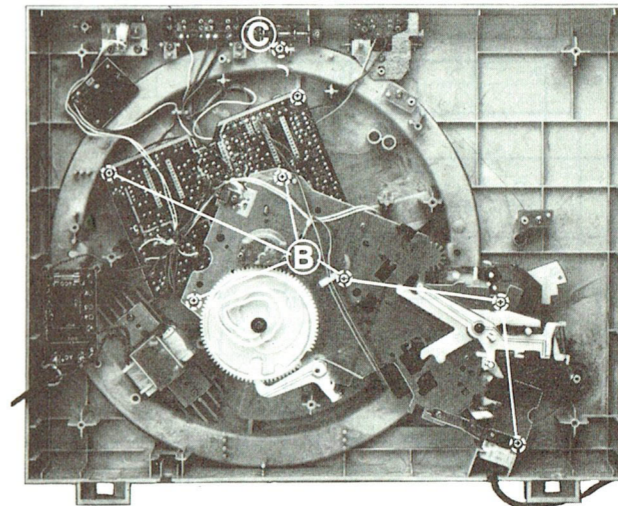

Fig.2
Démontage du mécanisme (Fig. 2)
Démonter le mécanisme (Fig. 2). Défaire les 3 vis (D) ; retirer le stator avec l'axe.